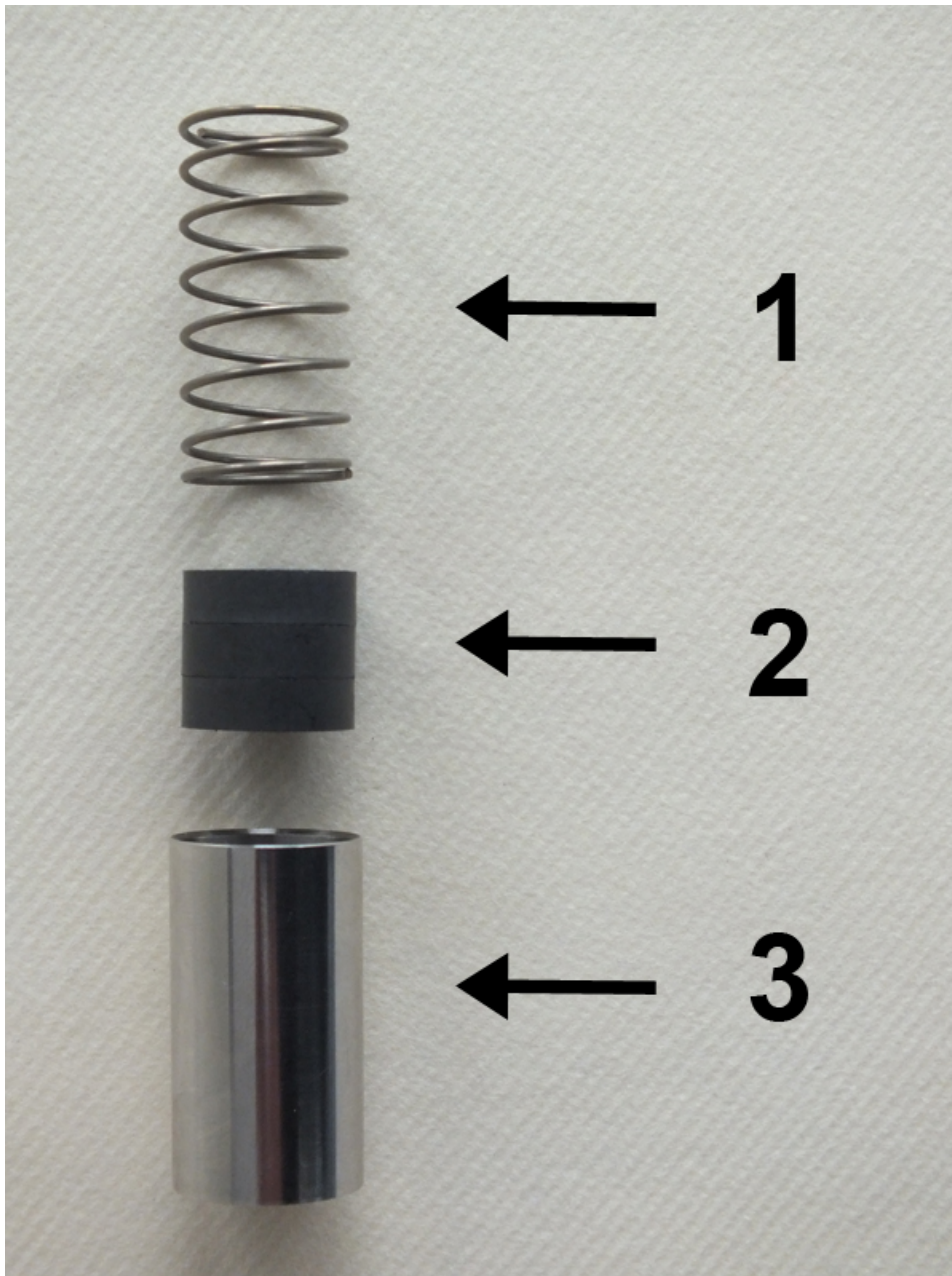

Abb. 45: Feder, Magnete und Schwebekörper
7. ➤ Feder (Abb. 45/1), Magnete (Abb. 45/2) und Schwebekörper (Abb. 45/3) als Innenteile des Strömungswächters